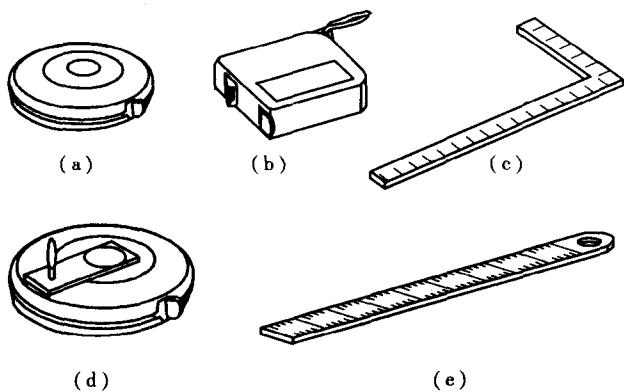

图 1-1 常用量具
(1) 常用量具有直尺、卷尺和弯尺(见图 1-1)。
2) 钢卷尺长度分为 1m、2m、3m、5m 等规格。图 1-1(d)